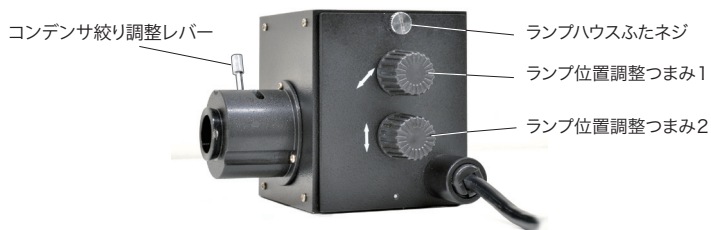

図4. ハロゲン照明モデルのランプハウス
5. ハロゲン照明モデルはハロゲンランプの芯出しを行います(LED照明モデルではこの操作は不要なので、次のステップに進みます)。白い紙をステージに置き、10倍くらいの対物レンズを光路に入れ、接眼レンズを覗きながら粗・微動焦点ハンドルを回して、白い紙に焦点を合わせます。次に対物レンズのひとつをレボルバからはずし、レボルバの対物レンズの取りついていない穴を光路に入れます。ランプ位置調整つまみ1と2(図4)を操作して、光源のフィラメントの像が白い紙に映し出されるように調整します。コンデンサ調整レバーを操作してフィラメントの像がはっきりと見えるように調整します。調整後、対物レンズをレボルバに再装着します。